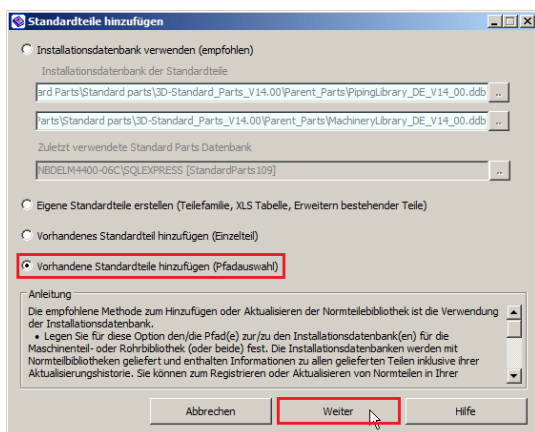
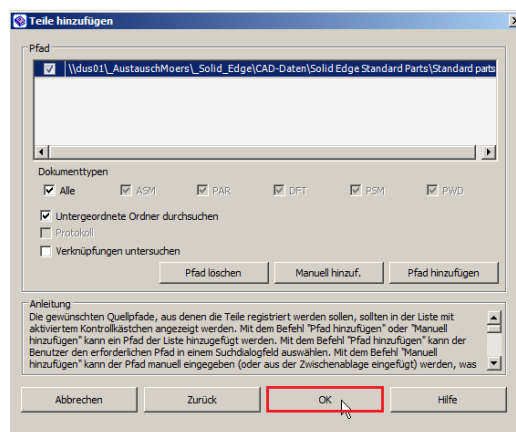

Abbildung 23
Abbildung 24
- 5.4. Die schnellste und einfachste Methode alle installierten Normteile zur Datenbank hinzuzufügen ist der 4. Punkt *Vorhandene Standardteile hinzufügen* (Abb. 23). Im nächsten Fenster wird der Installationsordner angezeigt (Abb. 24). Überprüfen Sie hier noch einmal den Pfad und bestätigen Sie dieses Fenster ohne weitere Änderungen. Der erste Punkt *Installationsdatenbank verwenden* bietet weitere Möglichkeiten die zur Verfügung stehenden Normteile auszuwählen und einzuschränken. Dies ist recht aufwändig und wird in der Praxis nur von sehr wenigen Unternehmen genutzt und benötigt. Daher wird dieses Vorgehen hier nicht weiter beschrieben.